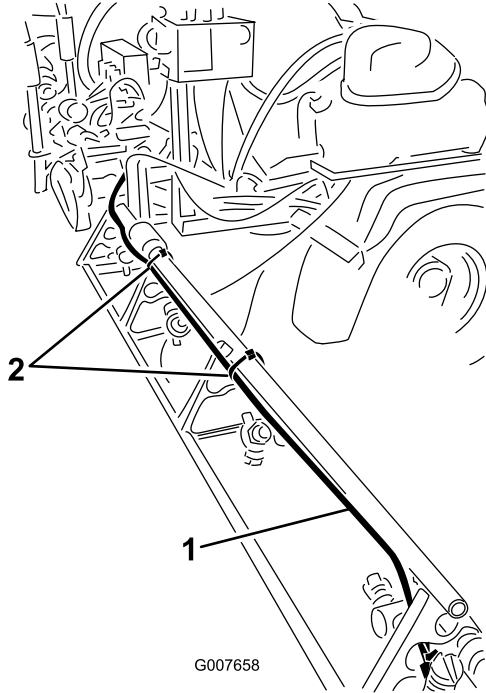

Figura 10
1. Rimuovete le fascette per cavi che fissano i tubi del liquido e dell'aria del kit tracciafile schiumogeno alla sezione della barra esterna (Figura 10).